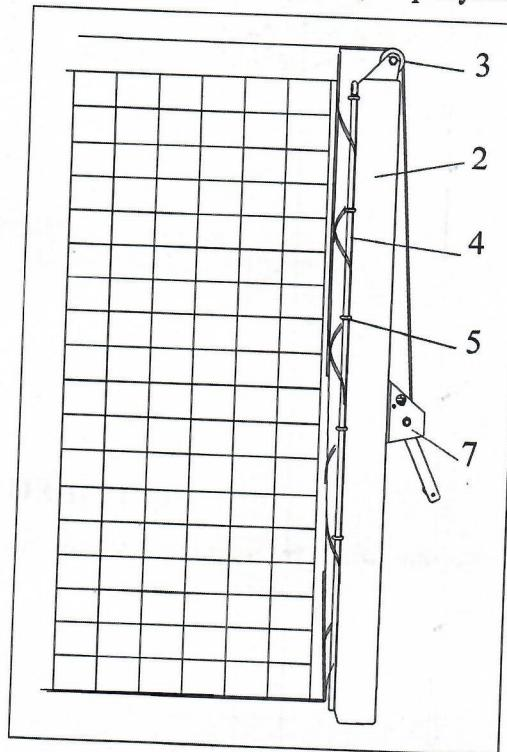
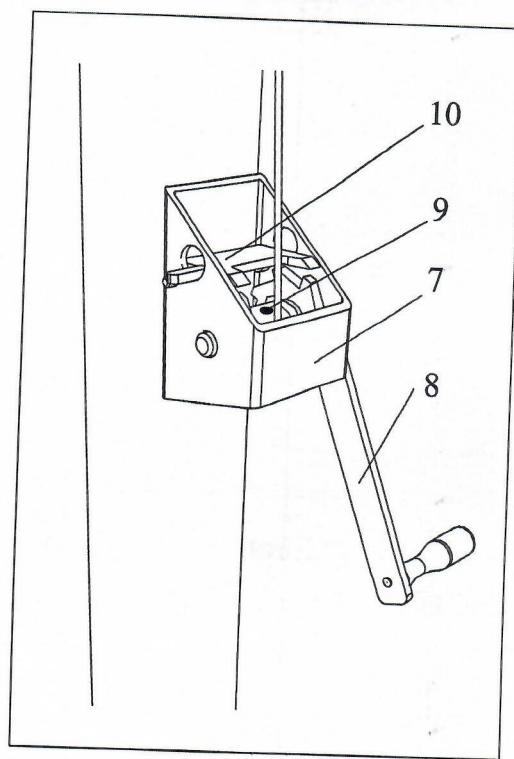

Рис. 2
Рис. 4
- другой конец троса перекинуть через ролик активной стойки 2 (рис. 2), продеть через отверстие 9 на валу механизма натяжения 7 (рис. 4) и сделать несколько оборотов (вращая ручку 8 на себя), чтобы убрать слабину троса.